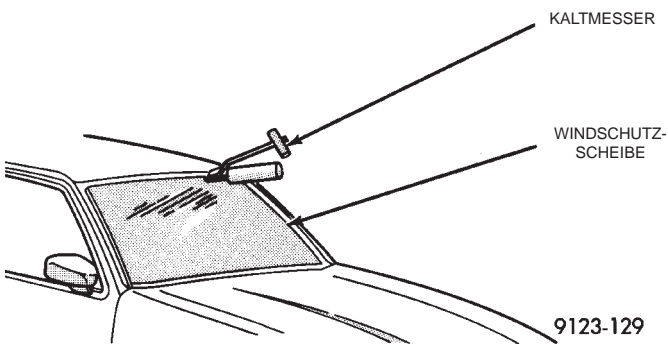

Abb. 3 Urethankleber um die Windschutzscheibe wegschneiden
(4) Den Urethankleber mit einem Kaltmesser um die Windschutzscheibe herum abschneiden. Falls vorhanden, kann ein Druckluftmesser verwendet werden (Abb. 3).
(5) Windschutzscheibe aus dem Fahrzeug nehmen.